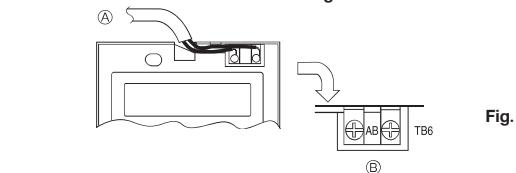

Fig. 6-4
2) ขั้นตอนการต่อ (Fig. 6-4)
- ① ต่อสายรีโมทคอนโทรลเข้ากับเทอร์มินัลล็อก